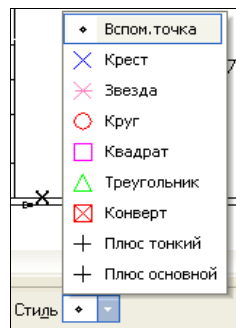

Рис. 5.10. Выпадающая панель **Список стилей** вспомогательных точек
- ◆ щелкните ЛК мыши по кнопке **Точка**. Обратите внимание на Панель свойств, где в окне **Стиль**, нажав черный треугольник, можно раскрыть список стилей отображения вспомогательной точки (рис. 5.10) и выбрать необходимый. При настройке системы (см. урок 15) возможно изменение цвета вспомогательной точки;